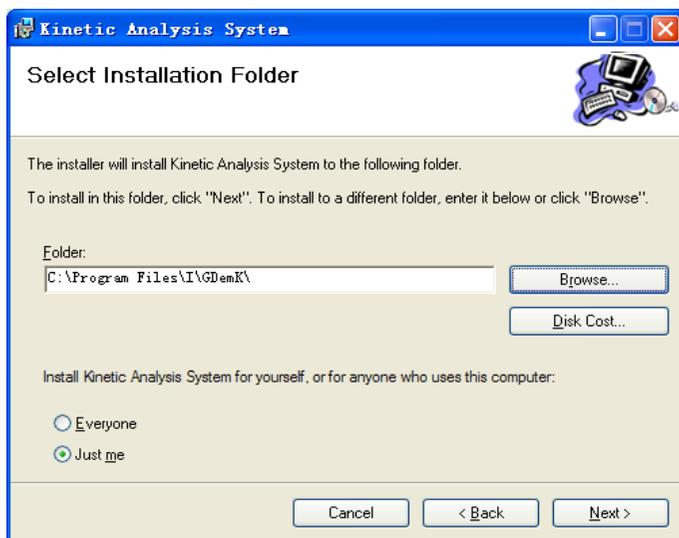
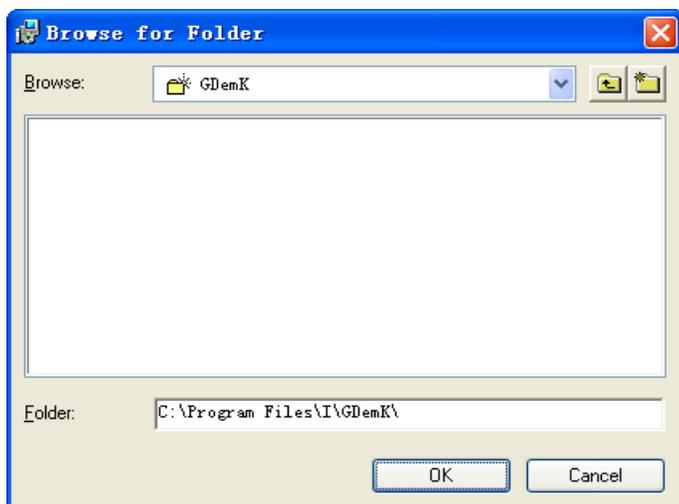
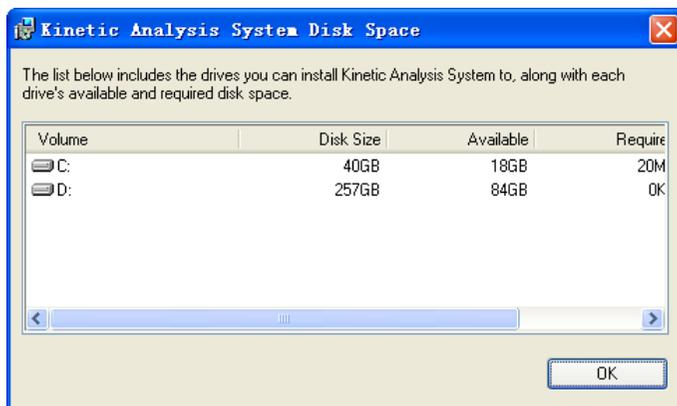

图 3.6 选择安装目录主界面
图 3.7 安装目录选择
图 3.8 硬盘容量查看
3、点击“Next”进行安装路径选择对话框（图 3.6），可以选择默认的安装路径，也可以通过“Browse”按钮选择新的安装路径（图 3.7），用户还可以通过“Disk Cost”按钮确认各硬盘的剩余空间（图 3.8）。用户可通过图中的单选按钮选择本软件的使用权限（仅供本人使用或任何使用本计算机的人使用）。